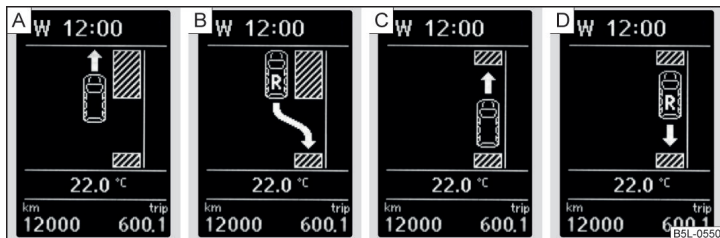

Fig. 135 Visualización en pantalla
Cuando el sistema ha reconocido una plaza de aparcamiento adecuada, esta se muestra en la pantalla » fig. 135 - **A**.
- Avance hasta que se reproduzca el aviso en la pantalla » fig. 135 - **B**.
- Si en la pantalla parpadea la flecha hacia delante » fig. 135 - **C**, ponga la primera marcha o coloque la palanca selectora en la posición **D**.
- Si en la pantalla parpadea la flecha hacia atrás » fig. 135 - **D**, conecte nuevamente la marcha atrás o coloque la palanca selectora en la posición **R**.